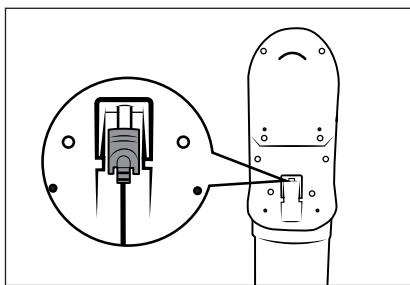

Abb. 8
① Hinweis
- Laden Sie den Akku ② wieder auf, sobald die Batterieanzeige ⑯ eine geringe Restladung des Akkus ②  anzeigt.
- Das Gerät schaltet sich aus, kurz nachdem ein leerer Akku ②  angezeigt wird.
- Der Staubsauger kann auch direkt über den Netzadapter ⑩ geladen werden. Entnehmen Sie dafür den Hohlstecker ⑪ durch eine leichte Drehung aus der Wandhalterung ⑯ und stecken Sie ihn in die Ladebuchse ③ am Gerät (siehe Abb. 8).